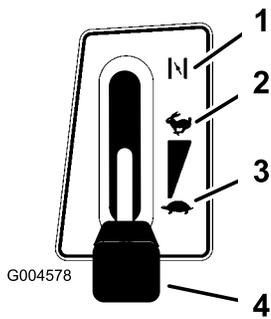

Figure 11
5. Placez la manette d'accélérateur en position de starter (Figure 11).
7. Lorsque le moteur a démarré, amenez progressivement la manette d'accélérateur en position haut régime (Figure 11). Si le moteur cale ou hésite, ramenez la manette d'accélérateur en position de Starter pendant quelques secondes, puis placez-la en position Régime maximum. Répétez l'opération si nécessaire.
1. Placez la manette d'accélérateur en position de ralenti (Figure 11).